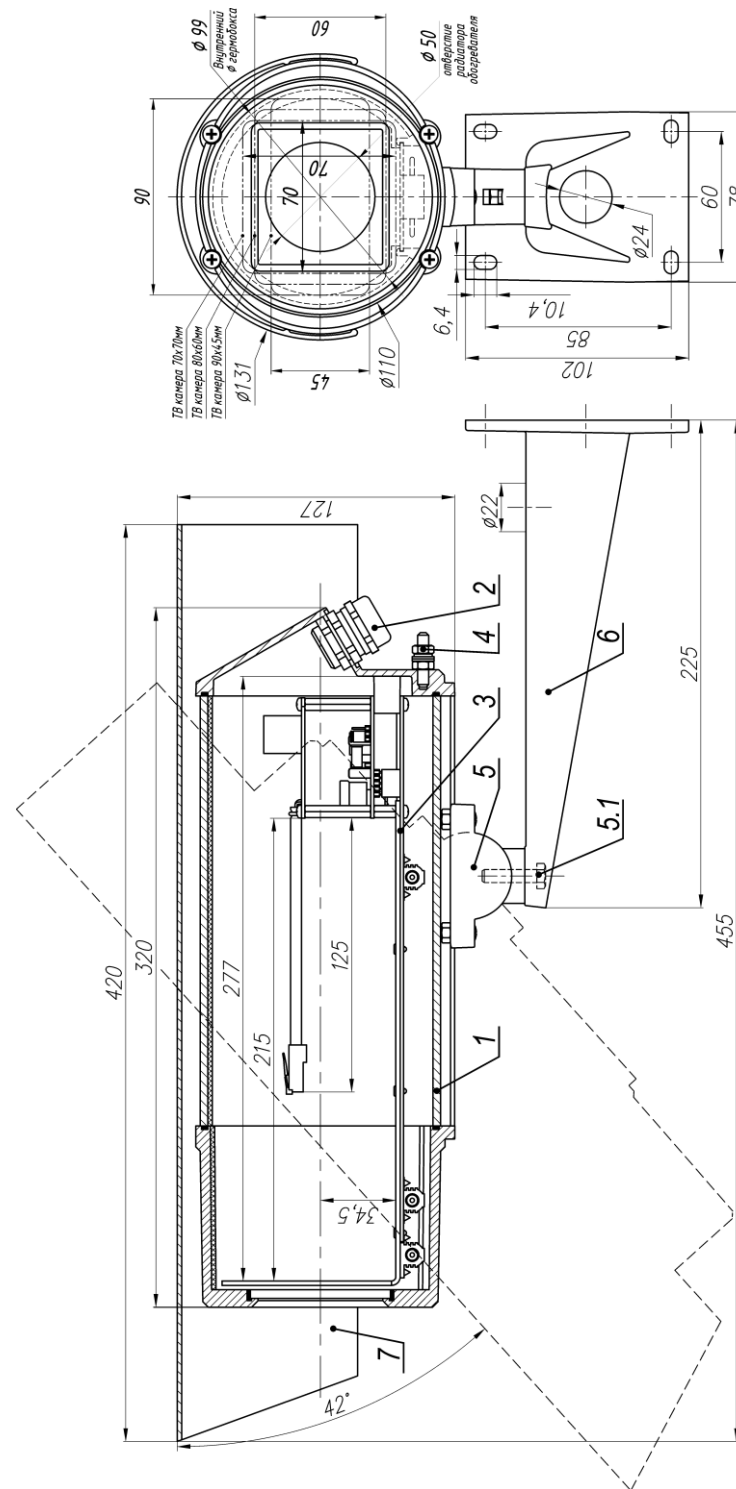

Рис.1 Состав и габаритно-установочные размеры ТГБ-7 PoE
2. Выдвинуть модуль видеокмеры (поз.3 рис.1) из кожуха.
Инжектор PoE-12-I (см.рис.1) конструктивно выполнен в пластмассовом корпусе.
9. Габаритные размеры..... см. рис.1
В состав ТГБ-7 PoE входят (см. рис.1):